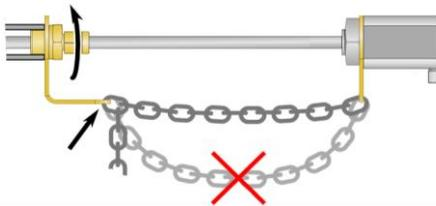

Abbildung 4: Sicherheitskette montieren
- Vor der Beaufschlagung mit Druck ist die Sicherheitskette zu verschließen. Der Verschluss soll so eingehängt werden, dass die Kette so wenig als möglich durchhängt (siehe Abbildung 4).
- Überwurfmutter der Durchgangverschraubung fest angezogen, Sicherheitskette korrekt installiert (siehe Abbildung 4).